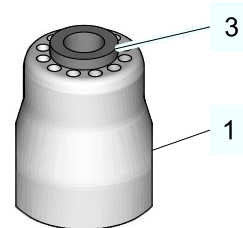

Abb.7: Einlass und Dichtring
2. Den Dichtring (3) in den Einlass (1) stecken und bis zum Anschlag eindrücken Abb.7.